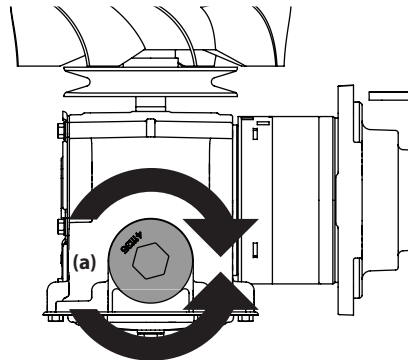

Figure 4-10
- Placez un récipient sous le bouchon de vidange (a) de la transmission. Retirez le bouchon de vidange (a) et vidangez l'huile de la transmission. Voir Figure 4-10.